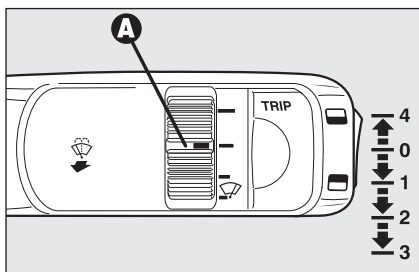

fig. 54
La leva destra **fig. 54** comanda il funzionamento del tergicristallo e del lavacristallo.
Il sensore pioggia si attiva portando la leva destra in posizione **1-fig. 54** ed ha un campo di regolazione che varia progressivamente da tergicristallo fermo (nessuna battuta) quando il cristallo è asciutto, a tergicristallo alla seconda velocità (funzionamento continuo medio) con pioggia intensa.
Ruotando la ghiera **A-fig. 54** è possibile incrementare la sensibilità del sensore pioggia, ottenendo una variazione più rapida da tergicristallo fermo (nessuna battuta) quando il cristallo è asciutto, a tergicristallo alla prima velocità continua (funzionamento continuo lento). L'azione è confermata con una battuta singola sul tergicristallo.
Azionando il lavacrystallo con sensore pioggia attivato (leva in posizione **1-fig. 54**) viene realizzato il normale ciclo di lavaggio al termine del quale il sensore pioggia riprende il suo normale funzionamento automatico.
Estraendo la chiave elettronica dal dispositivo di avviamento, il sensore pioggia viene disattivato ed al successivo avviamento non si riattiva anche se la leva è rimasta in posizione **1-fig. 54**. In questo caso per attivare il sensore pioggia è sufficiente spostare la leva in posizione **0** o **2** e poi di nuovo in posizione **1**.
**AVVERTENZA** In caso di avaria del sensore pioggia il funzionamento del tergicristallo con leva destra in posizione **1-fig. 54** avviene in modalità intermittente. Se l'avaria del sensore avviene durante il funzionamento automatico, il sistema mantiene l'ultimo stato di attivazione del tergicristallo. Spostando la leva sulle altre posizioni comunque è garantito il funzionamento.